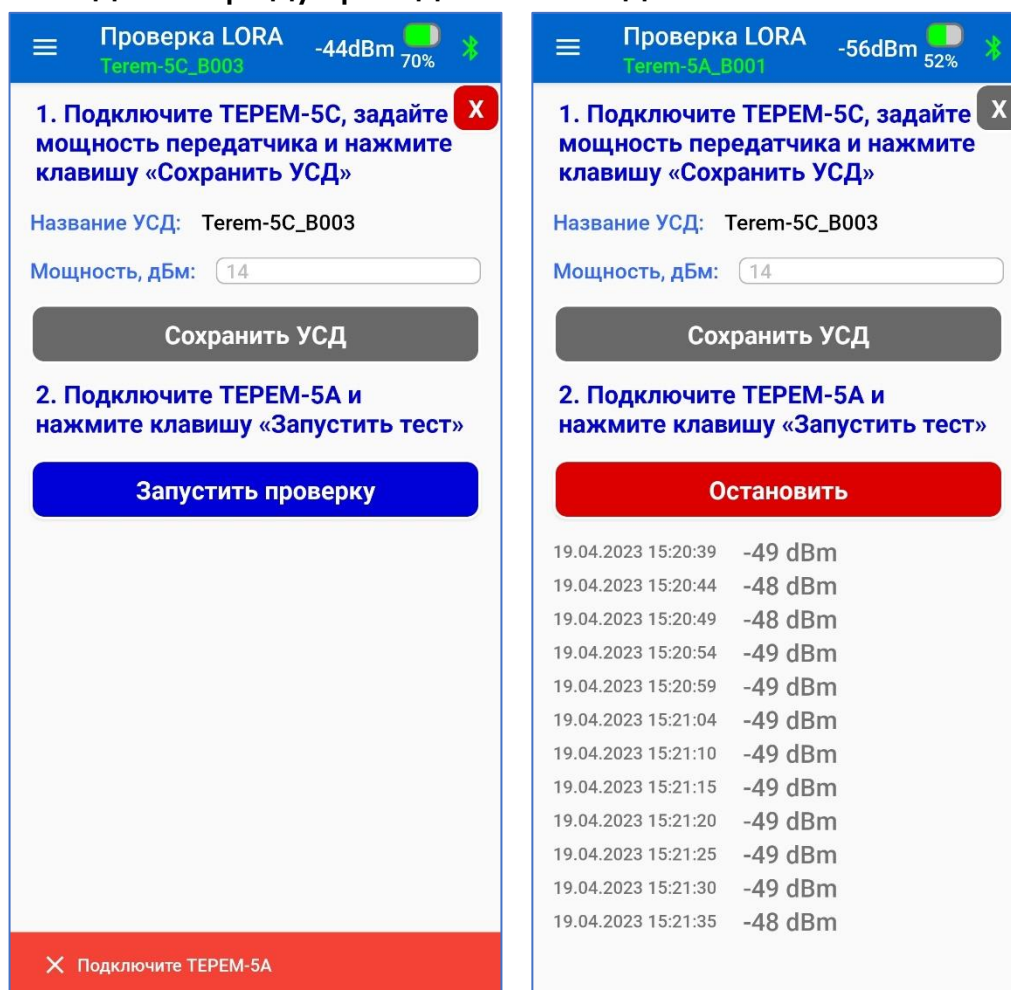

Рисунок 20 – Экран меню «Проверка LORA», проверка связи
- нажать на кнопку «Запустить проверку» (рис. 20).